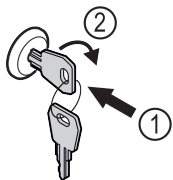

Fig. 133 Shembull ilustrues
- Shtyni çelësin brenda Fig. 133 (1).
- Rrotulloni çelësin me 90° në drejtimin orar Fig. 133 (2).